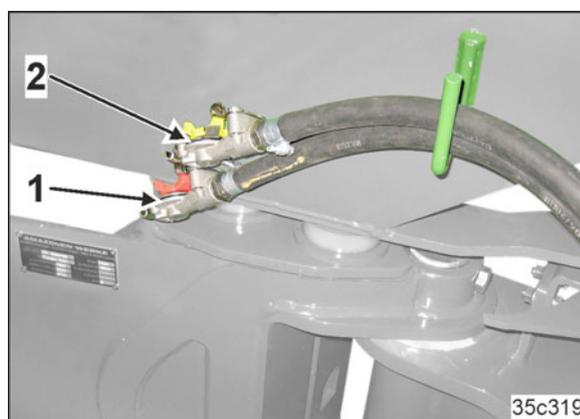

Fig. 31
- une conduite de réserve (Fig. 31/1) avec tête d'accouplement (rouge)
- une conduite de frein (Fig. 31/2) avec tête de raccordement (jaune).